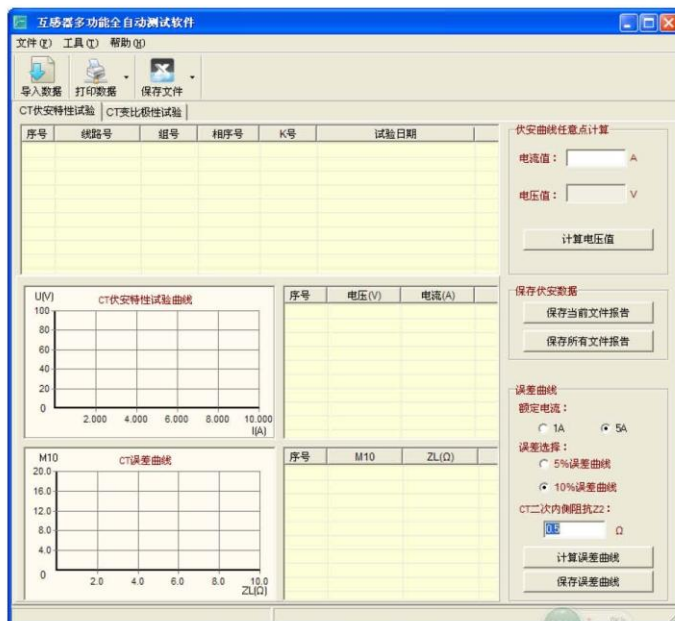

图 4.2 软件界面
1. 双击  互感器多功能全自动测试软件.exe，运行互感器多功能全自动测试软件，如图 4.2 所示。